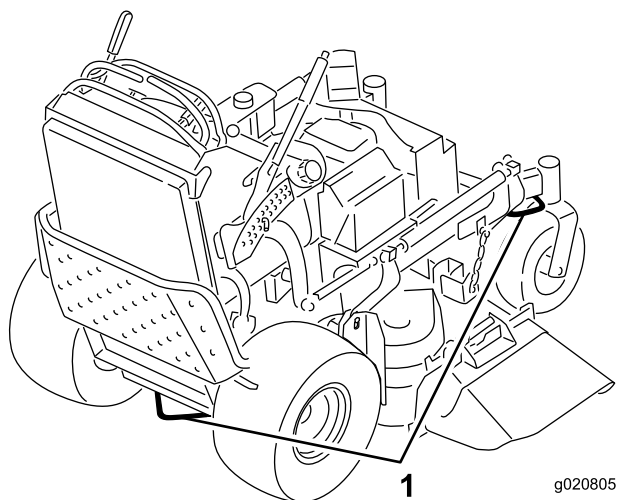

Figure 25
6. Servez-vous des points d'attache en métal de la machine pour l'arrimer solidement sur la remorque ou le véhicule de transport au moyen de sangles, chaînes, câbles ou cordes (Figure 25).